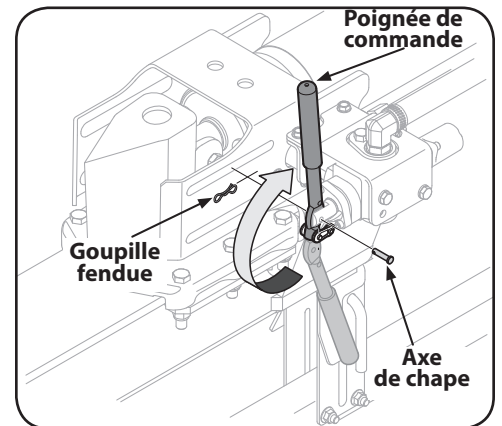

Figure 3-8
22. Retirez l'axe de chape et la goupille fendue de la poignée de commande. Voir Figure 3-8.
23. Faites pivoter la poignée de commande à la position de fonctionnement et fixez-la avec l'axe de chape et la goupille fendue retirés à l'étape 22. Voir Figure 3-8.